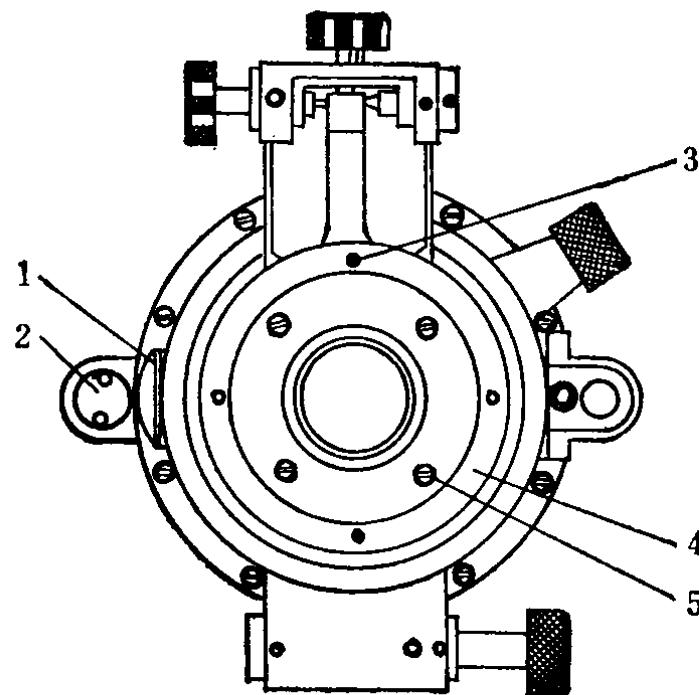
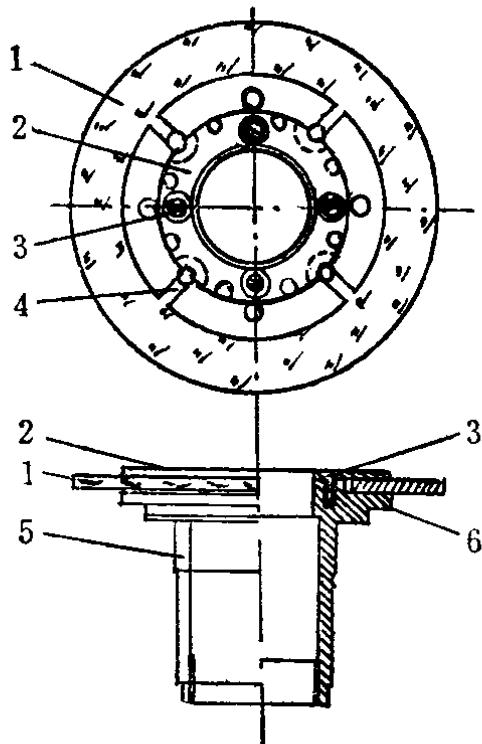
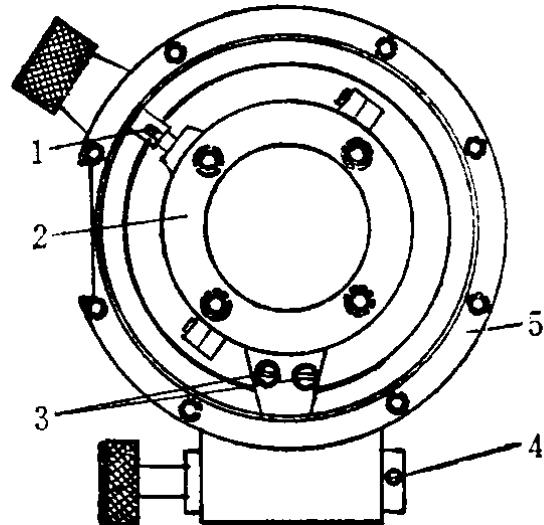
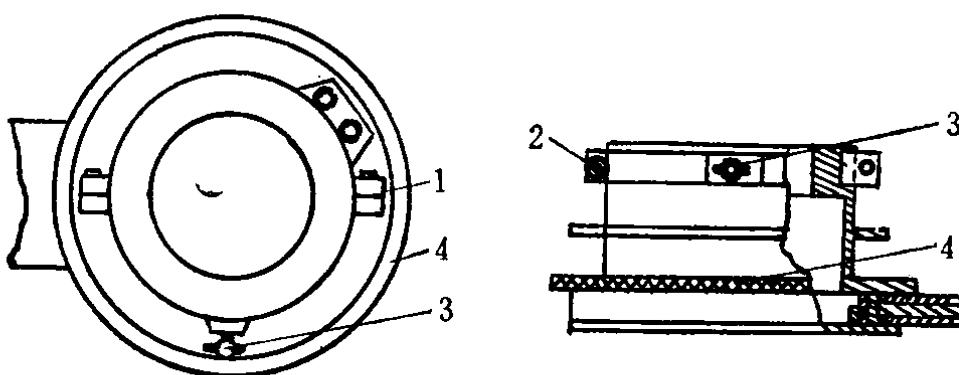

图 1-9 水平底盘制动及微动架机构图
图 1-10 水平度盘轴套
图 1-11 照准部制动及微
图 1-12 照准部制动及微动架整套机构图
1)为了保持度盘清洁和免受损坏,预先在工作台上平铺一块丝绒布或几层洁净的纱布,然后握住水平度盘盒和照准部轴套,将它倒置在绒布或纱布上,旋松水平度盘微动螺旋弹簧座盖片的止头螺丝(图1-7a之8),将弹簧座盖片旋下,取出弹簧和弹簧帽,轻轻地将照准部轴套(图1-7a之5)拔出。此时可以见到图1-9所示情况。如果要拆卸水平度盘的制动及微动架,先旋去压环的两个止头螺丝(图1-9之3)。
用两脚扳手将压环（图1-9之4）旋下，然后取出制动及微动架和里面的月亮片。
2) 拆卸水平度盘轴套（图1-10）首先 旋去 水平 度 盘 轴 套 上 的 四 个 固 连 螺 丝（图1-9之5），从度盘盒底面将水平度盘轴套（图1-10之5）轻轻向上推动，使水平度盘稍微伸出度盘盒，然后抓住度盘边沿轻轻将水平度盘连同轴套，从度盘盒上部取出。取出的水平度盘连同轴套见图1-10所示。此时就可以见到图 1-11 所示照准部制动及微动架的结构情况。在拆卸和安装水平度盘轴套（图 1-10 之 5 ）时，手法必须平稳，不能用力，以免卡死。如果一旦发生卡死现象，应从水平度盘照准棱镜座的缺口 中，选择度盘低处，用起子向上轻轻撬动度盘下面的托板（图 1-10 之 6 ），使度盘轴套松
动后再取出。为避免度盘产生偏心差，水平度盘上四个弹性压片螺丝（图1-10之3）切勿拆动。
3) 拆卸照准部制动及微动架整套（图1-11之2）。首先应旋去照准部微动螺旋弹簧座盖片的止头螺丝（图1-11之4），旋下弹簧座盖片，取出里面的弹簧和弹簧帽。再旋去微动杆的两个固连螺丝（图1-11之3），把微动杆取出。此时略微转动照准部制动及微动架，使万向接头（图1-11之1）从照准部制动螺旋十字杆（图1-12之3）上脱落下来，就可以将照准部制动及微动架整套从度盘盒下部取出。取出的照准部制动及微动架整套见图1-12所示。如果要拆卸照准
部制动及微动架，就要旋去两半片制动圈的两个连结螺丝（图1-12之2），即可将两半片制动圈取下。